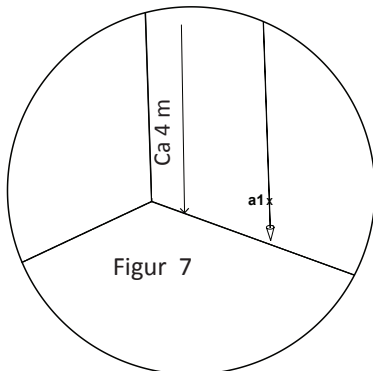

Figur 6
- 4) Vri laservateret mot klokken inntil den høyre kanten av den horisontale strålen er nær **a1**, sett et merke **a2** på veggen midt på den horisontale strålen (se figur 6).